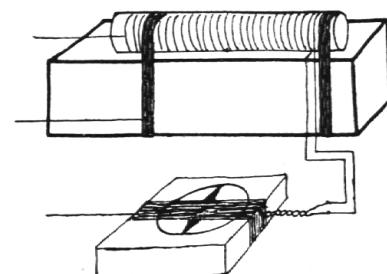

Abb. 28
*Versuch a)* Ein größeres Kartonrohr wird mit vielen Drahtwindungen versehen und mit Gummibändern auf unserm Ständerklotz befestigt. Um unsere Magnetnadel (Kompaß mit Gehäuse, Klotz mit Bohrung) ist ebenfalls eine größere Zahl Windungen mit isoliertem Draht anzubringen. Die beiden Modelle werden an ihren Drahtenden verbunden. Die Nadel röhrt sich nicht. Es fehlt ja die Stromquelle. Abb. 28.